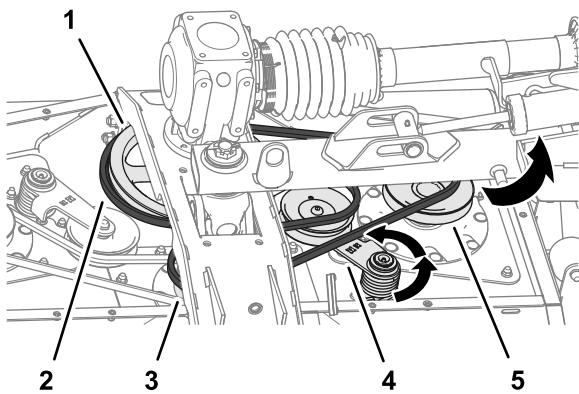

Bild 65
- Drehen Sie den Riemenspanner für den langen Riemen mit einer Brechstange oder ähnlichem Werkzeug gegen den Uhrzeigersinn und ziehen Sie den Riemen von der Spannscheibe ab (Bild 65).
3. Ziehen Sie den langen Riemen von der Antriebsscheibe sowie von der Riemenscheibe der mittleren und rechten Spindel ab (**Bild 65**).